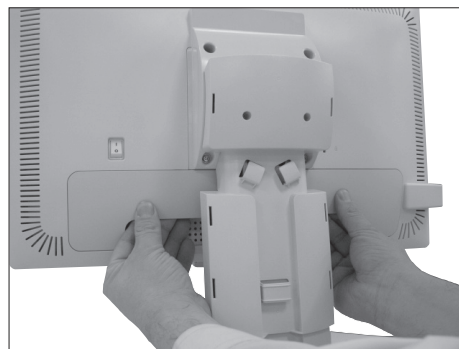

Рисунок C.1
3. Снимите крышку отсека разъемов (**Рисунок C.1**).